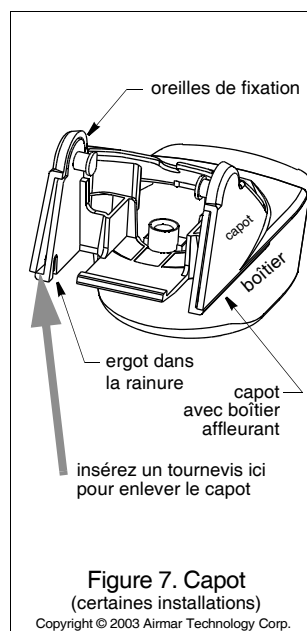

Figure 7. Capot (certaines installations)
3. Insérez un tournevis plat entre le capot et le boîtier du capteur (voir Figure 7). Écartez successivement chaque côté.
1. Écartez horizontalement les côtés du capot (voir Figure 7).